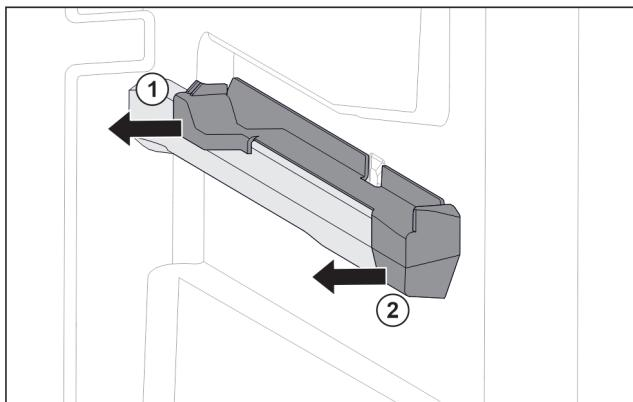

Fig. 118 Вставна частина на правому ребрі для резервуару
- Відсунути вставну частину назад вбік. Fig. 118 (1)
- Відсунути вставну частину вперед вбік. Fig. 118 (2)